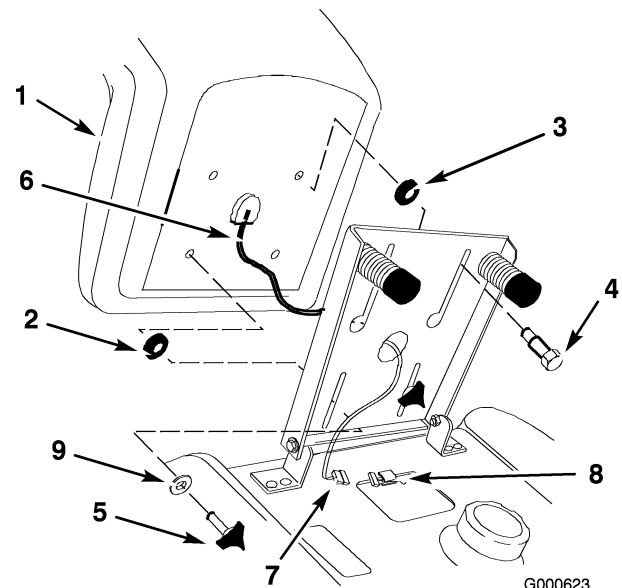

Bild 4
1. Setzen Sie das Distanzstück mit dem großen Innendurchmesser und die zwei Ansatzschrauben in die hinteren Löcher am Sitz (Bild 4).
2. Setzen Sie den Sitz auf den Sitzsockel. Schieben Sie hierfür die beiden Ansatzschrauben durch die Schlüsselloch-Öffnungen am Ende beider Schlitze (Bild 4).
Sitz und dem Sitzsockel, drehen Sie dann die beiden Handräder und zwei flachen Scheiben (11/32 Zoll) in die vorderen Löcher am Sitz (Bild 4). Stellen Sie den Sitz ein und ziehen Sie die Handräder fest.
4. Verlegen Sie das Sitzschalterkabel und den Anschluss durch die mittlere Öffnung im Sitzsockel. Drücken Sie den Sitzschalteranschluss ganz in den Stecker am Kabelbaum (Bild 4).
5. Befestigen Sie das Sitzschalterkabel an der Stoßstangenöffnung (Bild 4).